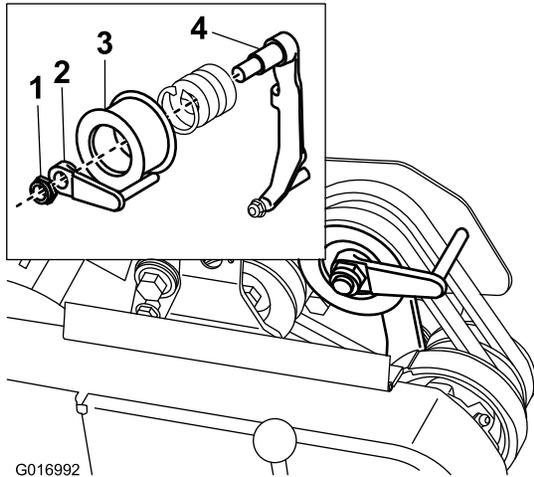

Bild 44
- Wenn Sie das Schieben oder Ziehen der Maschine ohne Starten des Motors vereinfachen möchten, stellen Sie den Riemenführungseinsatz ein (Bild 44). Gehen Sie folgendermaßen vor: